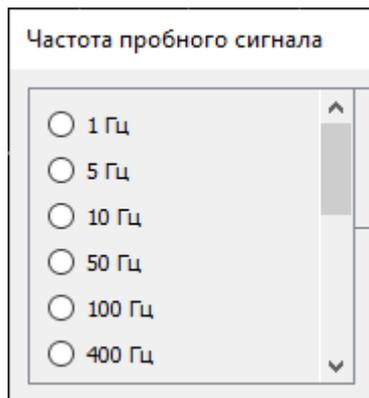

Рисунок 12. Выбор частоты пробного сигнала
- В блоке *"Частота пробного сигнала"* (рисунок 12) выбирается частота генерируемого на выходе измерительных щупов сигнала для снятия ВАХ.